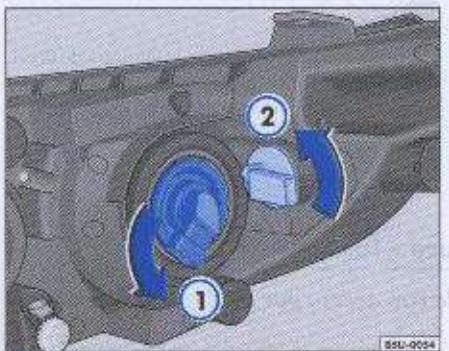

Fig. 144 Vista de la lámpara de luz de cruce y lámpara del indicador de dirección
- Remueva el portalámparas → fig. 144 ② girándolo en el sentido antihorario -flecha-.